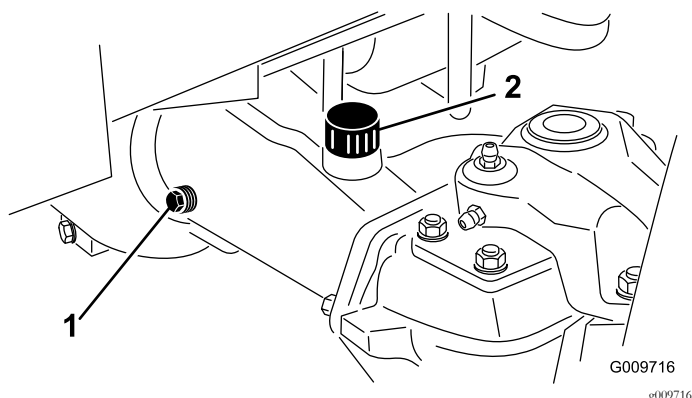

Figura 56
2. Retire un tapón de verificación de un extremo del eje (Figura 56) y asegúrese de que el lubricante llega al borde inferior del orificio.
Nota: Si el nivel es bajo, retire el tapón de llenado (Figura 56) y añada suficiente lubricante para que el nivel llegue al borde inferior de los orificios de los tapones de verificación.